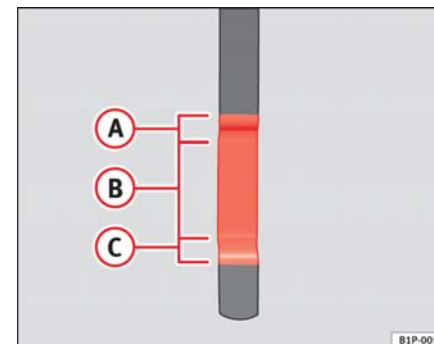

Fig. 137 Varilla de medición del nivel de aceite.
- Vuelva a extraer la varilla de medición y compruebe el nivel de aceite que indica el extremo inferior de la varilla de medición ⇒ página 209, fig. 137.
Si el nivel se encuentra en la zona ⇒ página 209, fig. 137 (A), no se debe añadir aceite.